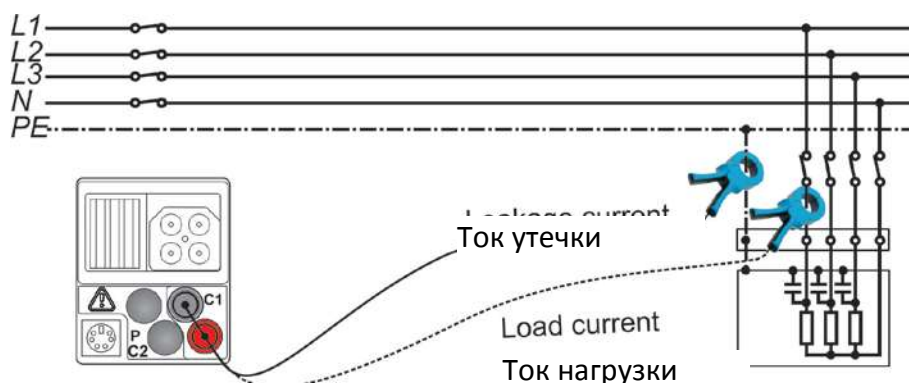

Рисунок 5.51: Измерения тока утечки и тока нагрузки
- ❑ Подключите токовые клещи к тестируемому элементу (см. Рисунок 5.51: Измерения тока утечки и тока нагрузки